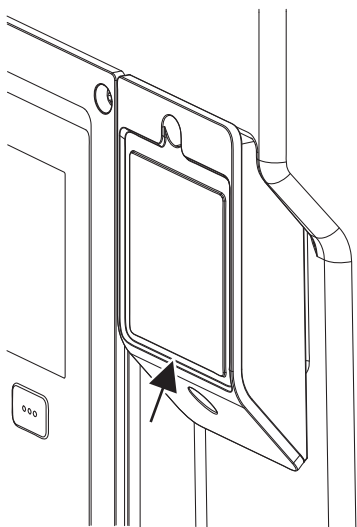

Fig. 27: Κάλυμμα για στοιχείο BT Wilo-Smart Connect
1. Ξεβιδώστε τη βίδα του καλύματος στοιχείου Wilo-Smart Connect (Fig. 27) και ανοίξτε το κάλυμα.
Λόγω του σχεδιασμού το στοιχείο BT Wilo-Smart Connect μπορεί να τοποθετηθεί μόνο σε μία ευθυγράμμιση. Δεν είναι δυνατή περαιτέρω στερέωση του ίδιου του στοιχείου. Το κάλυμα στοιχείου Wilo-Smart Connect (Fig. 27) στο επάνω τμήμα της ηλεκτρονικής μονάδας κρατάει τη μονάδα σταθερή μέσα στη διεπαφή.